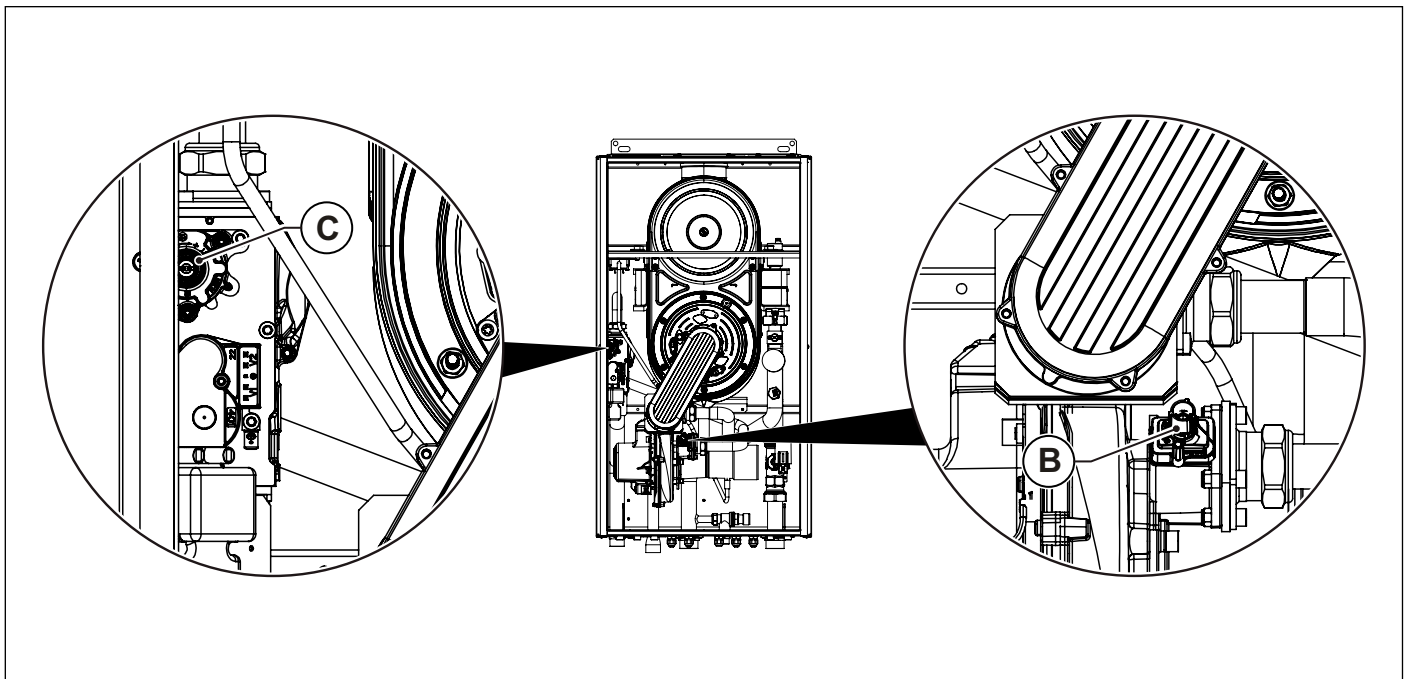

Рис. 31 Регулювання концентрації вуглекислого газу
- Відрегулюйте рівень вмісту вуглекислого газу (CO₂) в димових газах за допомогою відповідного регулятора **В** (дивись Рис. 31 Регулювання концентрації вуглекислого газу) та переконайтеся, що його значення знаходиться у межах, вказаних в Таб. 1 Дані налаштування.
- Відрегулюйте рівень вмісту вуглекислого газу (CO₂) в димових газах, обертаючи гвинт «offset» **С** (дивись Рис. 31 Регулювання концентрації вуглекислого газу) та переконайтеся, що його значення знаходиться у межах, вказаних в Таб. 1 Дані налаштування.